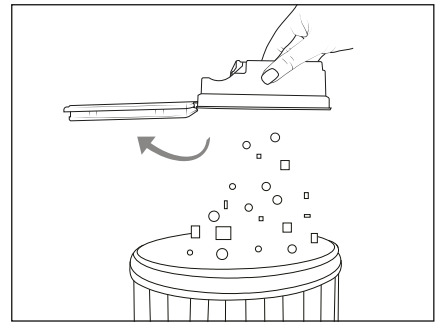

Abb. 8
- 3) Entleeren Sie den Inhalt des Staubbehälters **12** in einen Abfallbehälter (siehe Abb. 8).